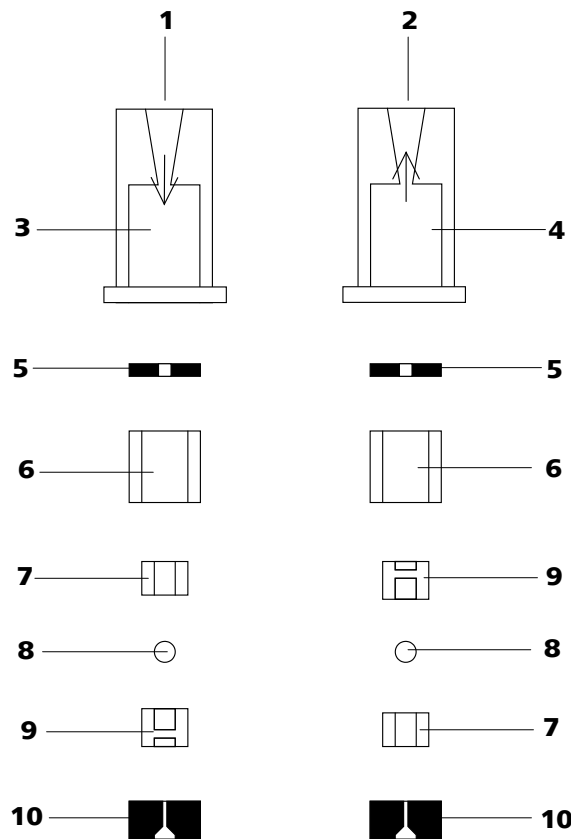

Figura 33 Componentes de la válvula de entrada y de la válvula de salida
- Las válvulas de entrada y de salida están integradas por los mismos componentes, que solamente están dispuestos de forma diferente (véase Figura 33, página 53).
Vuelva a montar los componentes de la válvula según la figura 33, página 53.
- Coloque los componentes restantes de la válvula en orden correcto (véase Figura 33, página 53) uno encima del otro
En caso contrario, se deberá volver a desmontar la válvula y montarla correctamente (véase Figura 33, página 53).